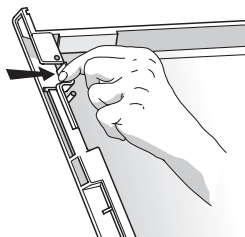

Fig. 3
1. Rimuovere la copertura del comparto agendo sui due fermi laterali presenti sulla faccia inferiore (Vedi **Fig. 3**)